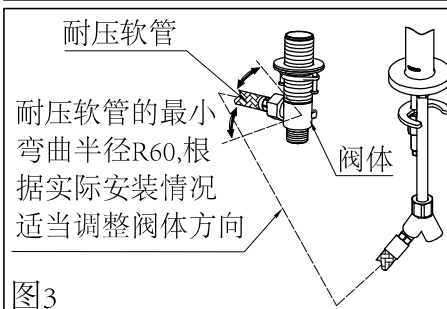

图3
- (1) 清除安装孔周围的污物。
- (2) 卸下阀体上的固定座。
- (3) 将阀体从台面下方往上穿过安装孔。
- (4) 将固定座拧紧到阀体上。
- (5) 用耐压软管上的螺母将耐压软管、垫片与阀体拧紧。
- (6) 将阀体上的紧固螺母拧紧，然后拧动紧固螺母上的螺丝，使阀体充分固定在台面上。
**注意：**耐压软管的最小弯曲半径R60,用户可根据实际安装情况适当调整阀体方向(如图3)。
- (7) 用水嘴主体上螺母，将垫片与Y形接头充分拧紧。